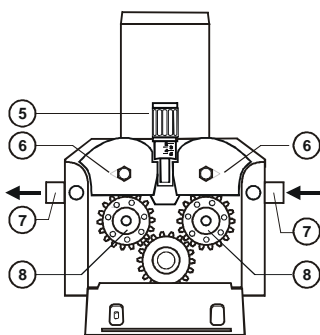

Fig.8 - Motor 4 rodillos 50W
- Los rodillos (8-fig.8&9) y la punta de contacto del soplete (9-fig.10) deben corresponder al diámetro de hilo a utilizar.
- Conducir el hilo por los rodillos (8-fig. 8&9) y la guía del hilo (7-fig. 8&9) avanzándolo a la mano unos centímetros. Cerrar las palancas de tracción (6-fig. 8&9) verificando que el hilo está posicionado sobre la ranura del rodillo. Para ajustar la presión de las palancas de tracción sobre el hilo debe apretar-se cuidadosamente el tornillo de regulación (5-fig. 8&9) hasta verificarse que el hilo avanza. Este ajuste debe ser completado con la maquina en funcionamiento evitando ajustes muy forzados que provocan aplastamiento del hilo.